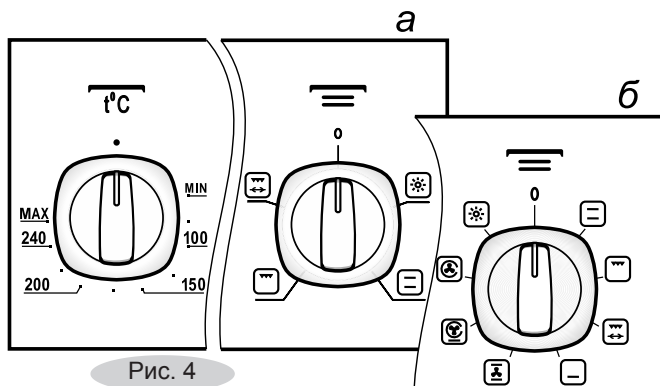

Рис. 4
- ручкой режимов работы устанавливается необходимая функция (в зависимости от модели может быть вариант **а**, или **б** (рис. 4);
- ручкой терморегулятора (рис. 4) задается температура нагрева духовки, которая поддерживается автоматически.